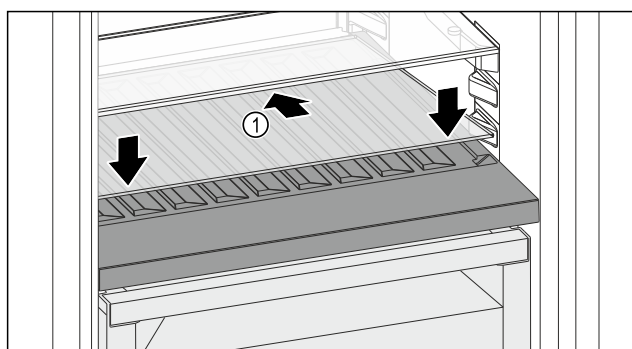

Fig. 146
- Sett på glassplaten Fig. 146 (1) skrått og vippt bakover nede.
- Senk glassplaten Fig. 146 (1) foran.